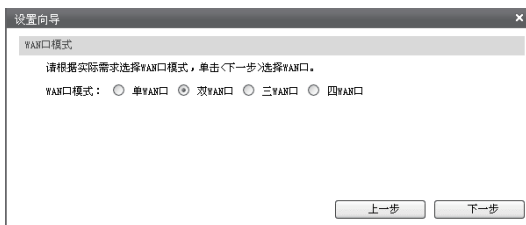

图4-5 WAN口模式
4. 请根据实际需求选择WAN口模式，如图4-5所示（单WAN口企业VPN路由器没有此界面），单击“下一步”，进入WAN口选择界面。